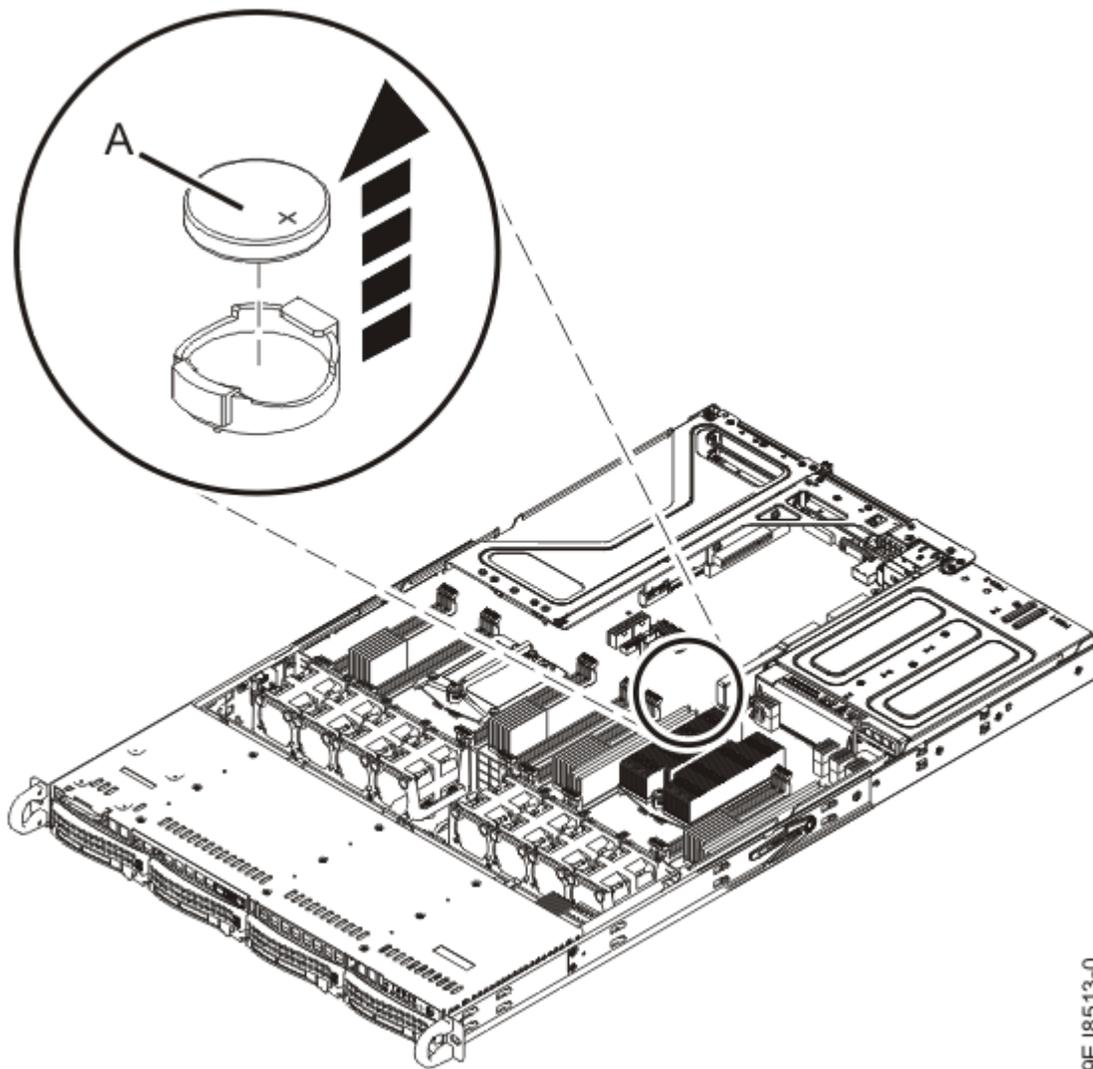

Figure 61. Emplacement de la batterie de l'horloge
2. Retirez la batterie de l'horloge (**A**) en appuyant avec votre pouce sur le loquet à ressort vers l'arrière du système afin de la libérer. Soulevez la batterie de l'horloge comme illustré dans la Figure 61, à la page 70.